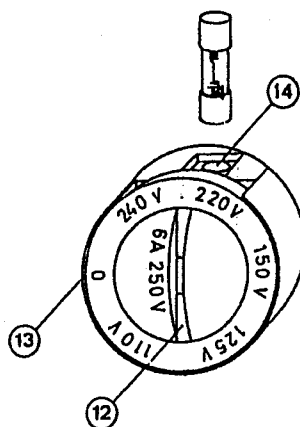

Fig. 3
Spannungswähler ② auf der Rückseite des Gerätes überprüfen; neben der weißen Markierung ⑬ muß der Wert für die ortsübliche Netzwechselfrequenz stehen (s. auch Fig. 3 in Abschnitt 4, Austausch der Sicherung).
Check voltage selector switch ② on the rear of the instrument. The local voltage rating should be placed near the white mark ⑬ (see also Fig. 3 in section 4, exchange of fuse).
Zum Austausch der Primärsicherung Geldstück in Schlitz ⑫ des Spannungswählers und Sicherungshalter ⑭ stecken und so drehen, bis sich die "0" wie in Fig. 3 neben der weißen Markierung ⑬ befindet; die in dieser Stellung aus der Öffnung ⑭ federnd herausgedrückte Schmelzsicherung mit der Hand abfangen; neue Sicherung in Öffnung schieben und mit einem spitzen Gegenstand (Kugelschreiber oder Schraubenzieher) unter gleichzeitiger Drehung des Geldstückes in Schlitz ⑫ nach unten drücken.
For exchanging the primary fuse, put a coin into slot ⑫ of the voltage selector switch and fuse holder ⑭ and turn switch until the white mark ⑬ is near to position "0" as shown in Fig. 3. The fuse pushed out in this position by a spring is caught by hand, insert new fuse into opening ⑭ and press down by means of a pointed object, such as ball pen, screw driver or similar, at the same time turning and pressing down the coin in the slot ⑫.